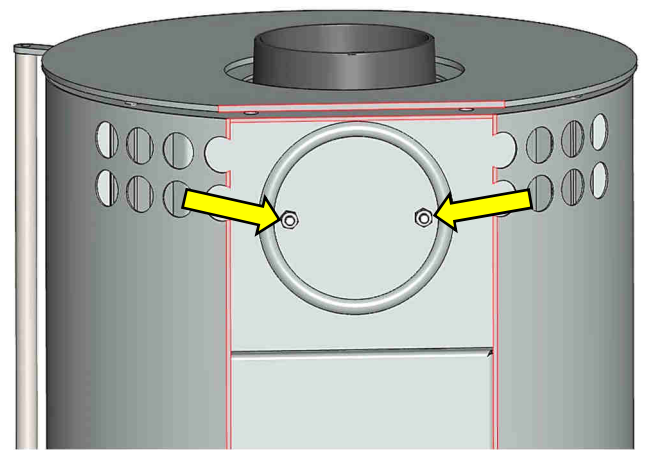

Abb. 12: Blinddeckel für Wechselstutzen
2. Schrauben und Muttern des dahinterliegenden Blinddeckels entfernen (Abb. 12) und diesen abnehmen.